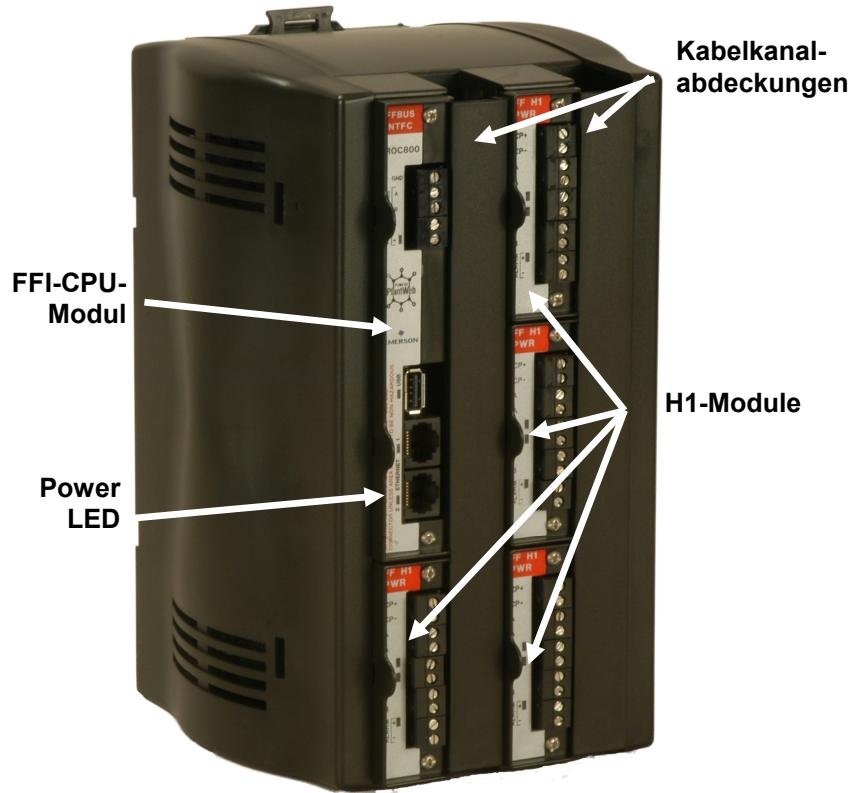

Abbildung 13. FOUNDATION Fieldbus-Schnittstelle
- 3.** Drücken Sie die Kabelkanalabdeckungen in ihre Position über den Kabelkanälen, sobald die Verdrahtung der Klemmenleisten vollständig ist. Siehe *Abbildung 13*.
- 4.** Legen Sie Spannung an der FFI an. Die LED-Stromanzeige an der FFI (siehe *Abbildung 13*) sollte grün leuchten um anzudeuten, dass die Spannung korrekt ist.